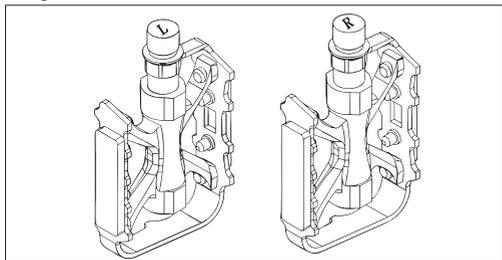

Figura 8-1
- a. Utilizzare la chiave da 15 mm per montare i pedali, come mostrato nella **Figura 8-1**.